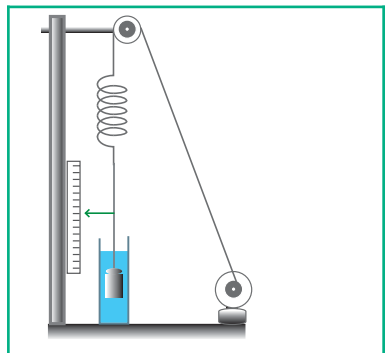

Fig.7 : Pendule élastique vertical
La manipulation précédente peut être réalisée avec un pendule élastique vertical, l'amortissement varie selon que le solide (S) oscille dans l'air ou dans un liquide avec ou sans rondelle (Fig.7).